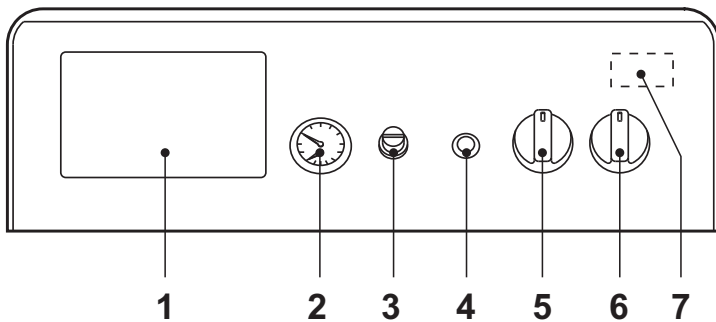
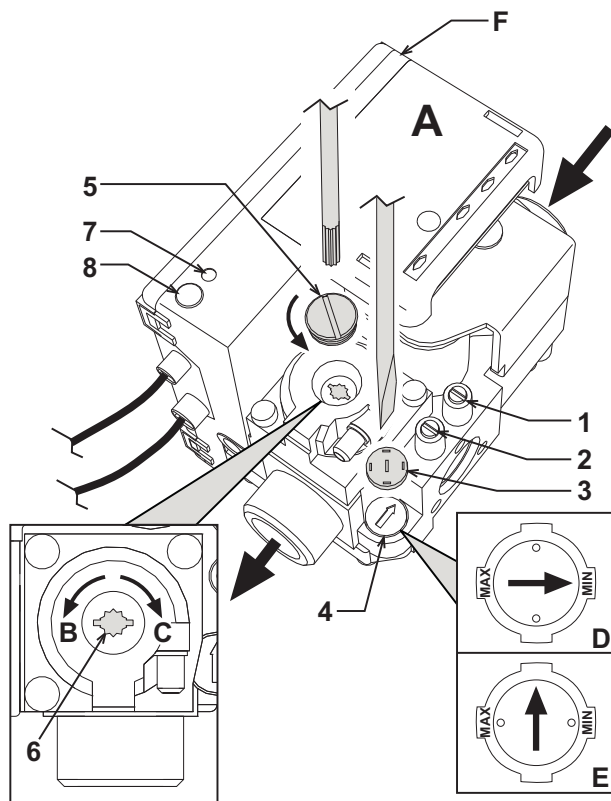

fig. 1 - Pannello comandi
fig. 3 - Regolazione della pressione
- Portare l'interruttore generale "6" sulla posizione 1 (fig. 1).
- Qualora la caldaia venga dotata di una centralina elettronica termostatica, montata in posizione 1 di fig. 1, l'utente dovrà tenere conto anche delle istruzioni fornite dal costruttore della stessa.
Ruotando la manopola 5 di fig. 1 in senso orario la temperatura dell'acqua di riscaldamento aumenta, in senso antiorario diminuisce. La temperatura può essere variata da un minimo di 30° ad un massimo di 90°. Consigliamo comunque di non far funzionare la caldaia al di sotto dei 45°.
Impostare tramite il termostato ambiente la temperatura desiderata all'interno dei locali. Su comando del termostato ambiente la caldaia si accende e porta l'acqua impianto alla temperatura impostata dal termostato di regolazione caldaia 5 di fig. 1. Al raggiungimento della temperatura desiderata all'interno dei locali il generatore si spegne.
La pressione di caricamento ad impianto freddo, letta sull'idrometro caldaia part. 2 di fig. 1, deve essere di circa 1,0 bar. Qualora durante il funzionamento la pressione dell'impianto scendesse (a causa dell'evaporazione dei gas disciolti nell'acqua) a valori inferiori al minimo sopra descritto, l'Utente dovrà, agendo sul rubinetto di caricamento, riportarla al valore iniziale. A fine operazione richiudere sempre il rubinetto di riempimento.
Collegare un manometro alla presa di pressione **2** (fig. 3) posta a valle della valvola gas, ruotare la manopola del termostato caldaia (rif. 5 - fig. 1) sul valore massimo.
Dopo aver tolto il tappo di protezione **5** (fig. 3), regolare la pressione del gas al bruciatore a mezzo della vite **6** al valore desiderato (vedere tabella dei dati tecnici e i diagrammi di variabilità di potenza riportati nel cap. 5).
2. Togliere dalla valvola gas il piccolo cappuccio di protezione **3** (fig. 3). Con un piccolo cacciavite regolare lo "STEP" d'accensione per il gas desiderato (**G20-G25** posizione **D** fig. 3 oppure **G30-G31** posizione **E** fig. 3); rimettere quindi il cappuccio.